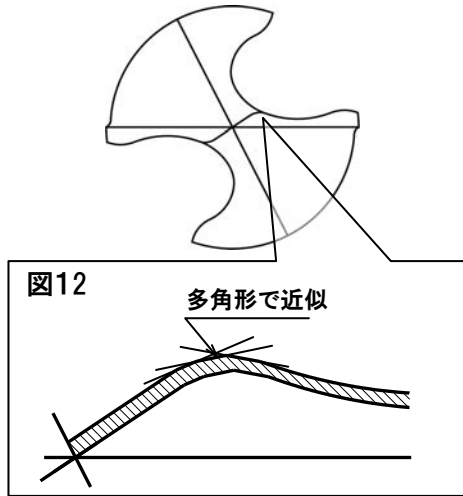

図12
- まず、図12に示すように、シンニング刃と主切刃部の交差部のエッジをダイヤモンドヤスリを用いてR状に丸めます。